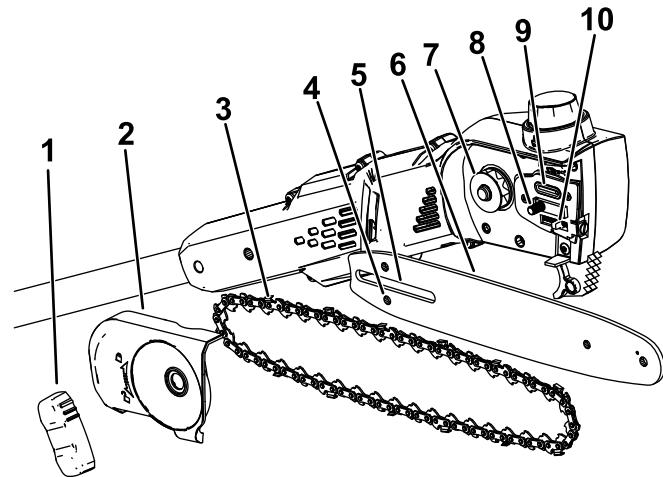

Figure 20
- Déposez le couvercle latéral; pour ce faire, tournez le bouton dans le sens antihoraire jusqu'à ce que le bouton puisse être retiré, puis déposez le couvercle latéral (Figure 20).
7. Contrôlez la sortie d'huile (Figure 20) et enlevez les débris éventuellement présents.
Important: Vérifiez que le goujon de réglage de la chaîne est bien inséré dans la fente correspondante sur le guide-chaîne (Figure 20). Vous devrez peut-être tourner la vis de réglage de tension de la chaîne pour pouvoir enfiler le goujon dans le trou du guide.